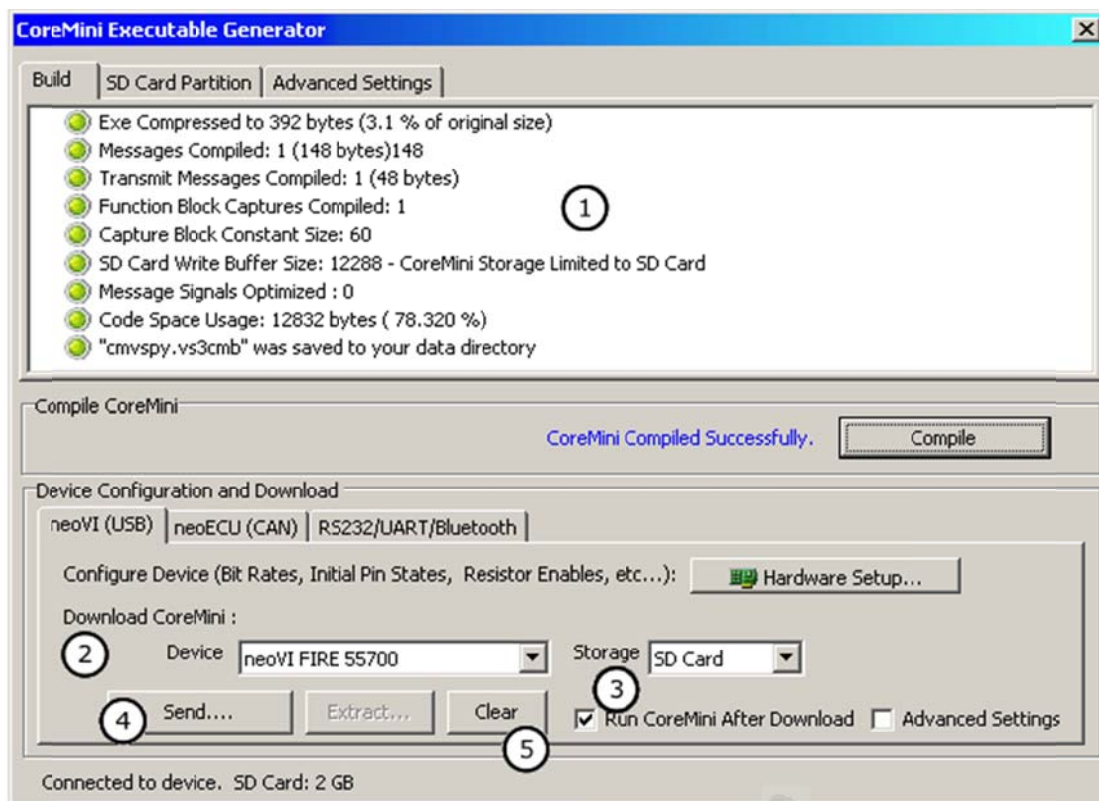

图 7-4 CoreMini 控制台
CoreMini 控制台包括了有关要发送的设置相关信息。图 7-4 中①显示了输出列表。该列表将通知用户有所的错误或警告信息。如果问题来源于脚本，在该项后面会有一个红色的圆点，警告用户这里有问题。底部标有“Device Configuration and Download”部分让您选择要连接的 CoreMini 设备类型。对于 USB 设备，选择“neoVI (USB)”，而对于 CAN 设备，选择“neoECU (CAN)”。
对于 USB 设备，选择需要加载脚本的设备（如图 7-4 中②）。“Run CoreMini After Download”勾选框（如图 7-4 中③）通知硬件在加载脚本后是否要执行它。
如果该项没有被勾选，脚本是不会运行的直到设备被重新上电。“Send”按钮，如图 7-4 中④所示将会发送脚本至硬件。可通过如图 7-4 中⑤所示的“Clear”按钮清除硬件中的脚本。脚本被从硬件中清除后，如需运行它，需要重新将其发送至硬件。